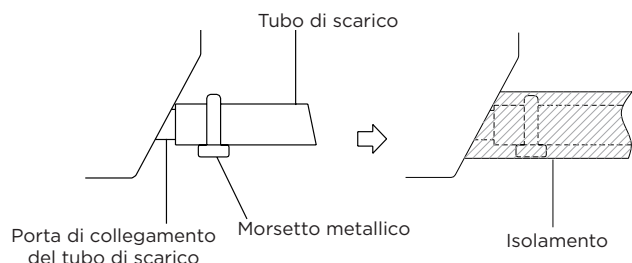

Fig. 5.1
2. Fissare la bocca del tubo di scarico al tubo di uscita dell'unità. Rivestire la bocca del tubo e agganciarlo saldamente con una chiusura tubo.(Fig. 5.1)